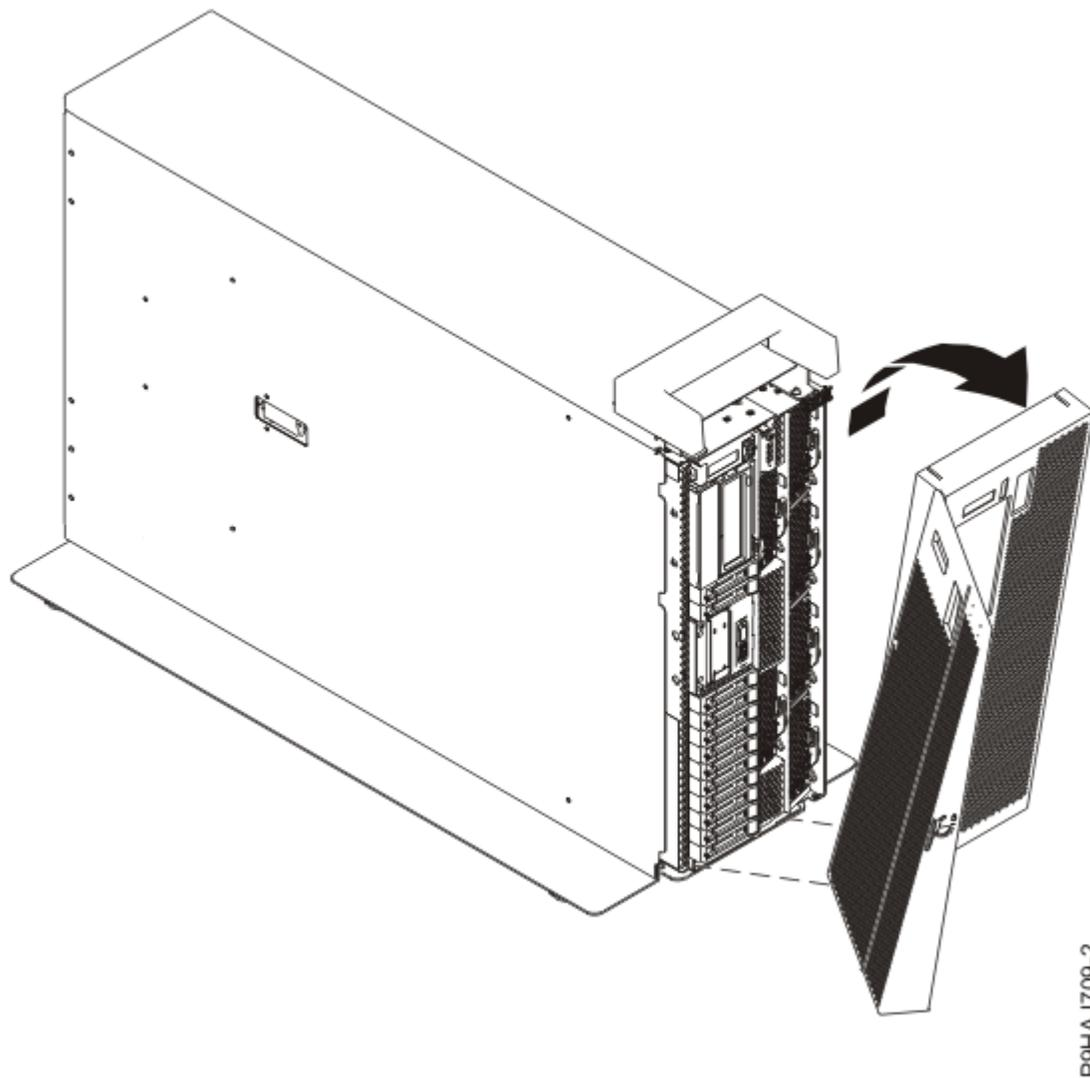

Abbildung 8. Vordere Abdeckung ausbauen
- d) Ziehen Sie die Abdeckung vom System ab (siehe *Abbildung 8* auf Seite 10).